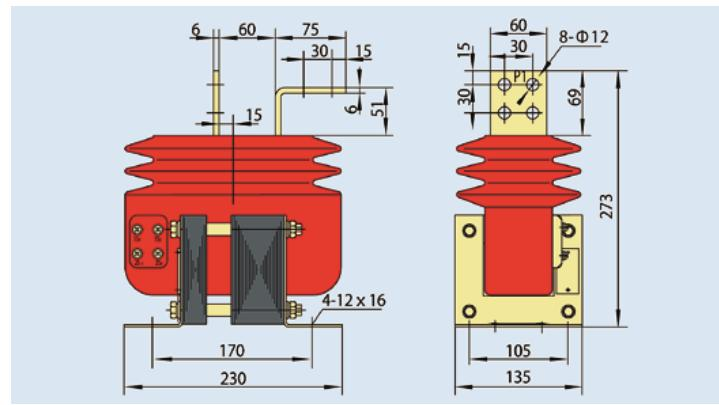

Рис. 6.2 Внешний вид и размеры трансформатора тока LAJC-10 400~1000 A
6.2 Внешний вид и размеры трансформатора тока LAJC-10 400~1000 A (см. рис. 6.2)